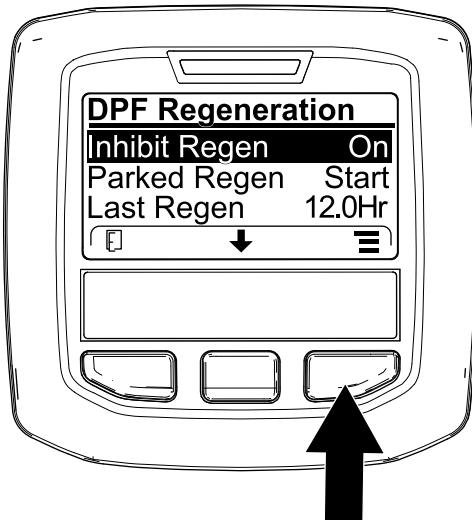
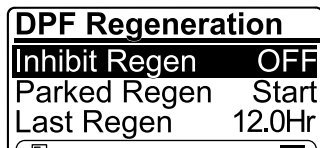

Figure 30
Figure 31
1. Ouvrez le menu DPF Regeneration (régénération du FAP), appuyez sur le bouton central pour naviguer jusqu'à l'option INHIBIT REGEN (interdiction de régénération), et appuyez sur le bouton droit pour la sélectionner (Figure 30).
2. Appuyez sur le bouton droit pour changer l'option d'interdiction de régénération de On (activée) à Off (désactivée) (Figure 30) ou inversement (Figure 31).